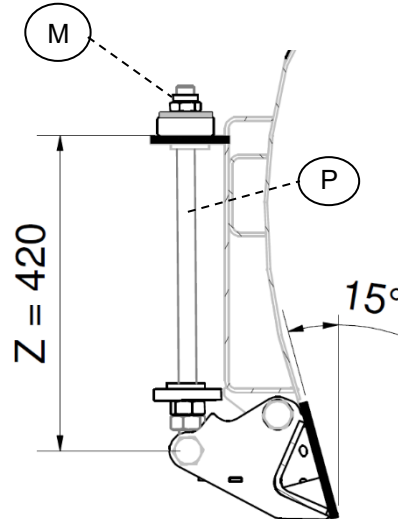

Abb. 19
Der Anstellwinkel beträgt standardmäßig 15° ($Z = 420$ mm) – siehe Abb. 19. In der Regel muss der Anstellwinkel nur nach einem Austausch der Federn justiert werden – siehe Abschnitt 1.12.
Das Maß Z – siehe Abb. 19 – kann als Kontrollmaß verwendet werden. Durch Anziehen der Mutter (M) im oberen Teil der Federstange (P) wird der Anstellwinkel verringert – für den Anstellwinkel 0° $Z = 390$ mm. Durch Lösen der Mutter (M) wird der Winkel vergrößert.